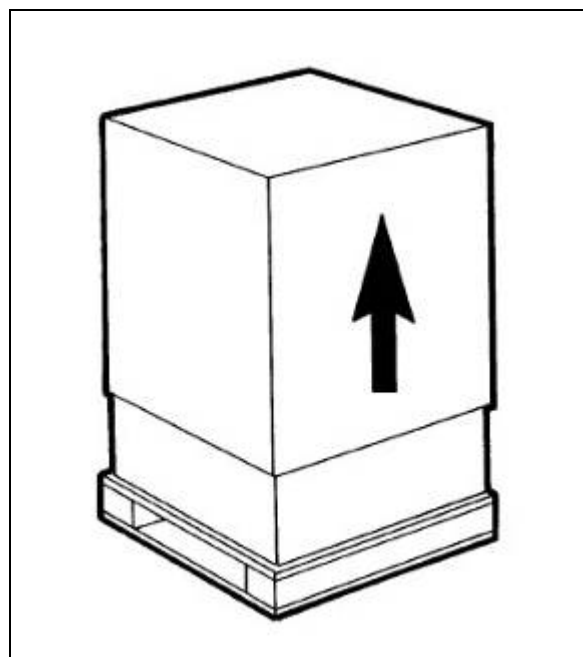

Fig. 13
a) Después de haber quitado el embalaje **conservar todos los elementos para el almacenaje invernal** y asegurarse de la integridad del aparato (fig.13).